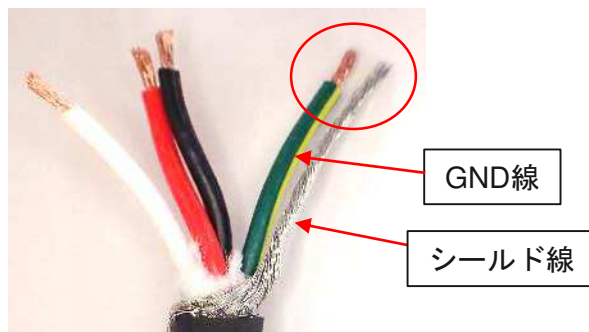

Fig.11
- A-2. Fig.1を参照し、よったシールド線をGND線と長さを揃えてカットしてください。(Fig.11)